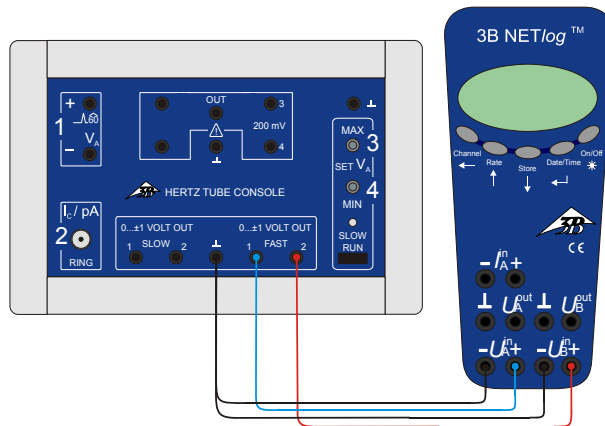

Fig. 2 Ligação do 3B NET/log™ no aparelho de controle para tubos de potenciais críticos
- Conectar a saída Fast 1 da unidade de comando na entrada A e a saída Fast 2 na entrada B do 3B NET/og™. (vide Fig. 2)